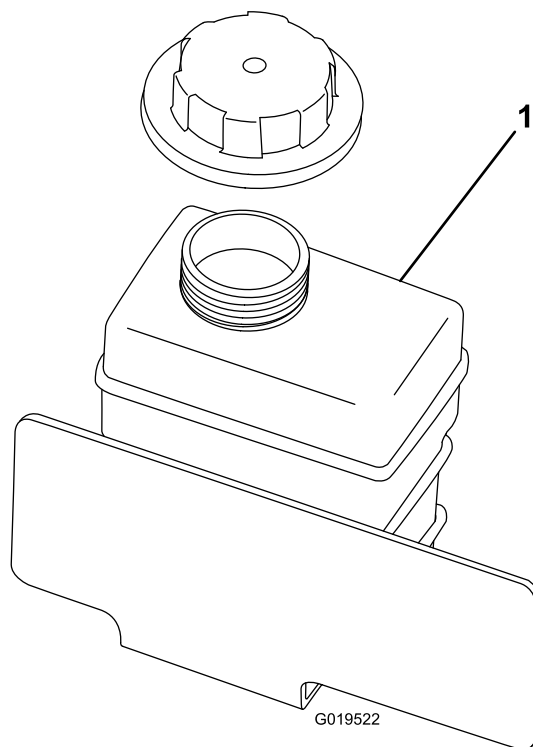

Рисунок 25
2. Проверьте уровень охлаждающей жидкости в расширительном бачке (Рисунок 25).